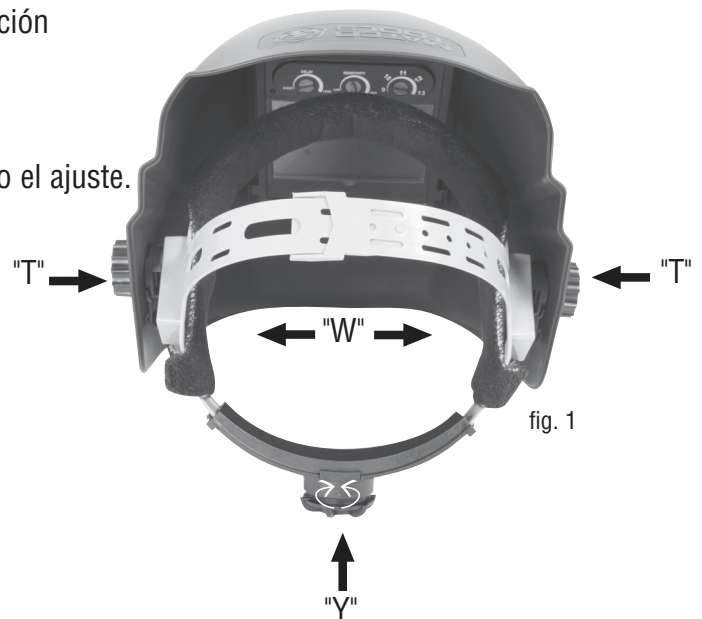

fig. 1
Al girar la perilla en la parte posterior de la cinta, la circunferencia general de la cinta para el pelo puede hacerse más grande o más pequeña (Vea ajuste "Y" en la fig. 1). Se puede hacer este ajuste, aún con el casco puesto, y se permite el ajuste adecuado de tensión para así mantener el caso firmemente en la cabeza sin que éste esté demasiado apretado.
- Si la cinta le queda demasiado arriba o demasiado abajo en su cabeza, ajuste la correa la que pasa por encima de su cabeza. Para hacer esto, libere el extremo de la correa al empujar la clavija de seguridad por el agujero en la correa. Deslice las dos piezas de la correa a una anchura más estrecha o más amplia, según se requiera, y presione la clavija de seguridad en el agujero más cercano. (Vea ajuste "W" en la fig. 1)
Paso 1: Desabroche la tuerca de bloque (Vea "T" en la fig. 1) para ajustar la distancia entre el casco y su cara para la posición invertida. Es importante que cada uno de sus ojos esté de la misma distancia del lente. De otra forma, el efecto de oscurecimiento puede parecer disparajeo.